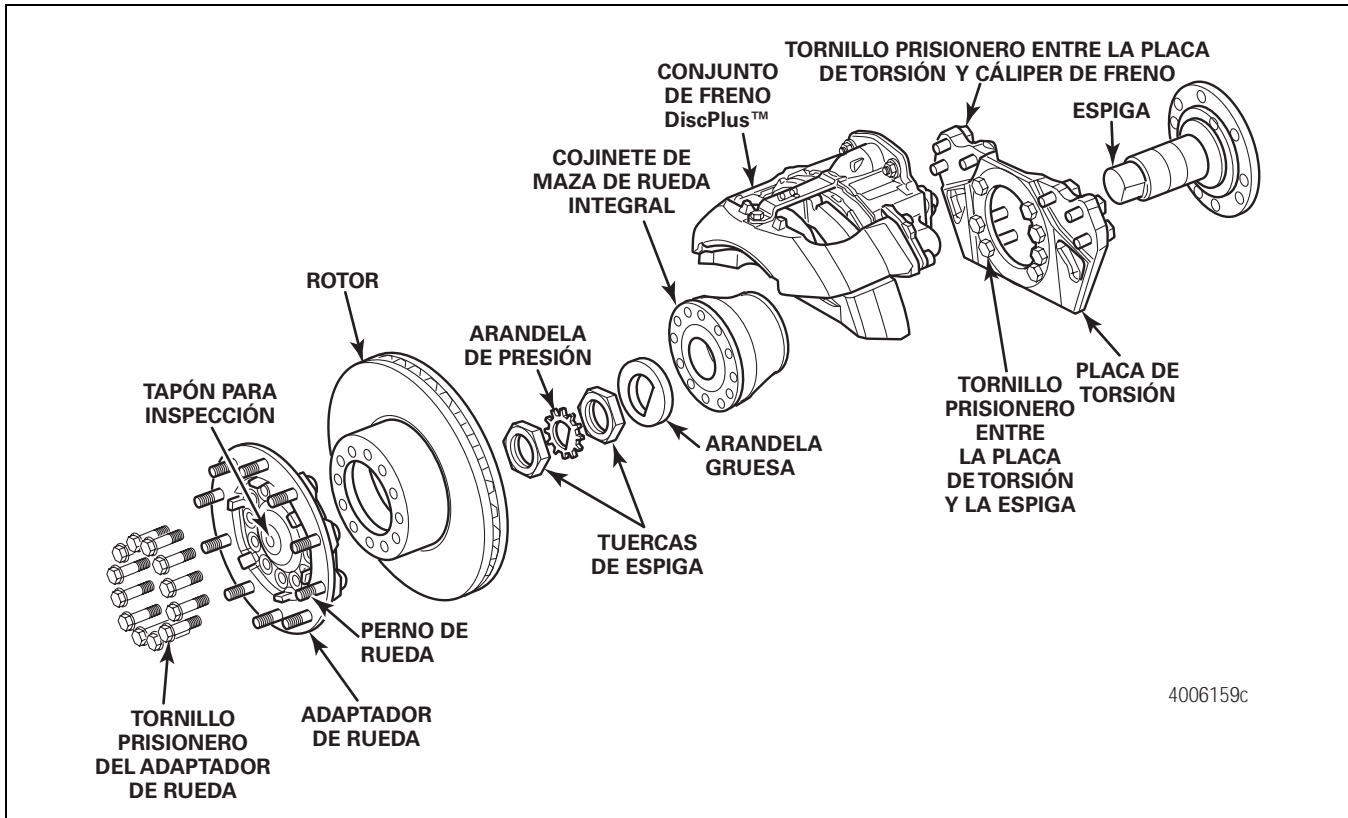

Figura 6.8
4. Instale el cojinete de la maza de rueda integral en la espiga de la rótula. Tenga cuidado de no dañar el anillo "O" contra las roscas de la espiga. Figura 6.8.